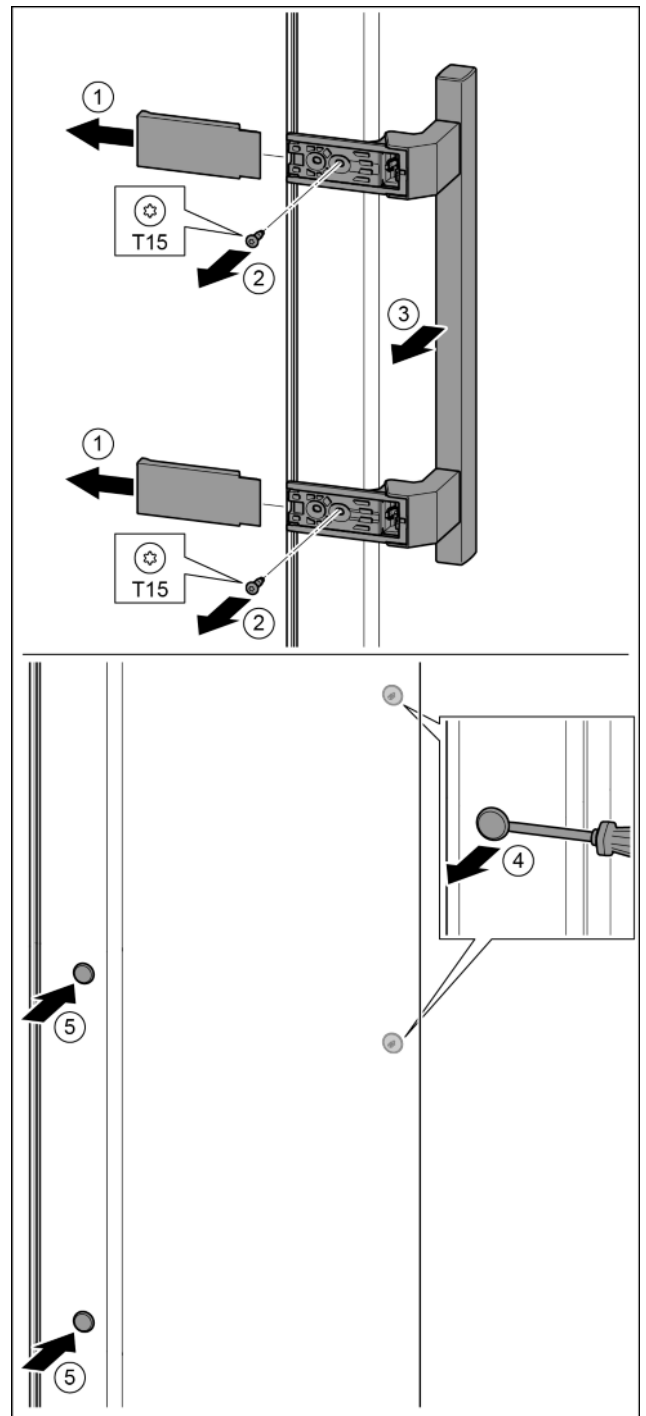

Fig. 19
- ▶ Снять крышку. Fig. 19 (1)
- ▶ Выкрутить винты отверткой T15. Fig. 19 (2)
- ▶ Снять ручку. Fig. 19 (3)
- ▶ Осторожно приподнять шлицевой отверткой боковых заглушки и вынуть их. Fig. 19 (4)
- ▶ Заглушки снова вставить с другой стороны. Fig. 19 (5)